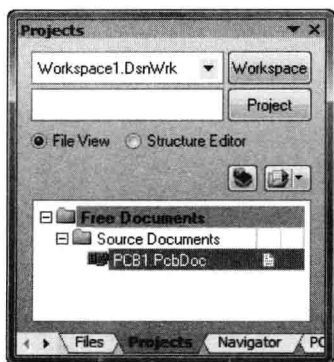

图1-5 项目面板
STEP 01 在Files（文件）面板中的New（新建）区，单击Bland Project（PCB）（PCB空白项目），如果该面板未显示，可以从菜单栏选择File（文件）—New（新建），或单击设计管理面板底部的Files（文件）标签。弹出如图1-5所示的Projects（项目）面板。